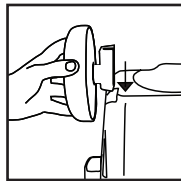

FIGURE 11
14. Faire glisser le carter d'essieu dans la rainure en queue d'aronde située à l'arrière de la cuve : le carter d'essieu est effilé et devrait glisser dans la rainure en queue d'aronde sans force excessive. **FIGURE 11.** Serrer la vis.